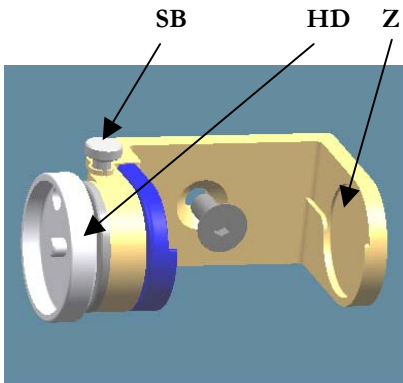

Abb.1
Die mit dem Zerkleinerungsgut und Mahlkugeln gefüllten Mahlbecher in die Zentrierungen **Z** der Spannvorrichtung **Abb.1/2** setzen und festspannen. Um einen ruhigen Lauf der MM 301 sicherzustellen, müssen beide Mahlstellen mit annähernd der gleichen Masse belastet werden.
- Sperrbolzen **SB** nach oben aus der Nut herausziehen und um 90° drehen. **Abb.1/2**
- Handrad **HD** entgegen dem Uhrzeigersinn drehen bis max. Spannungsbereich zur Verfügung steht. **Abb.1/2**